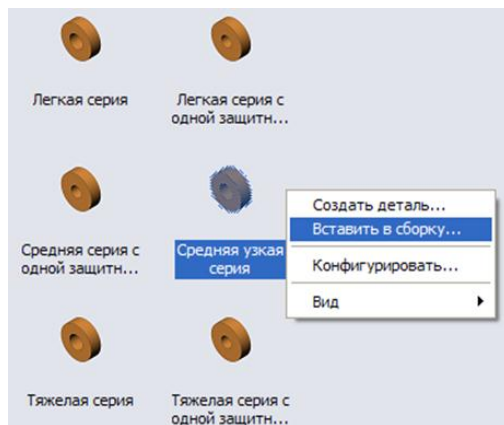

Рисунок 11.40 - Додавання підшипника з бібліотеки в складальний простір
17. Клацнемо правою кнопкою миші по назві типу підшипників і на панелі, що відкрилася, активізуємо рядок «**Вставити в збірку...**» (рис. 11.40). Можна також просто перетягнути потрібний тип підшипника з бібліотеки в складальний простір.